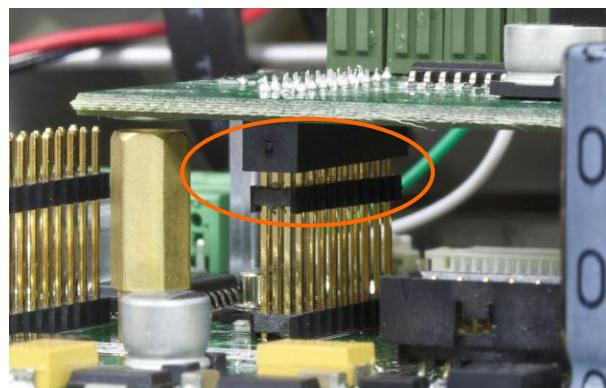

Figura 5-17: Allineamento pin scheda opzionale
2. Spingere la scheda madre leggermente verso il basso, in modo che tutti i pin sul connettore della scheda madre scorrono nella presa sulla parte inferiore della scheda opzionale. Se correttamente installato, ciascun pin si inserisce nel foro corrispondente nel connettore. Fare riferimento alla Figura 5-17.